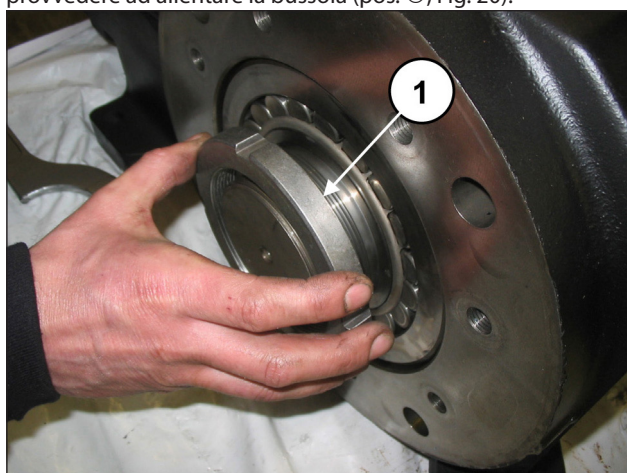
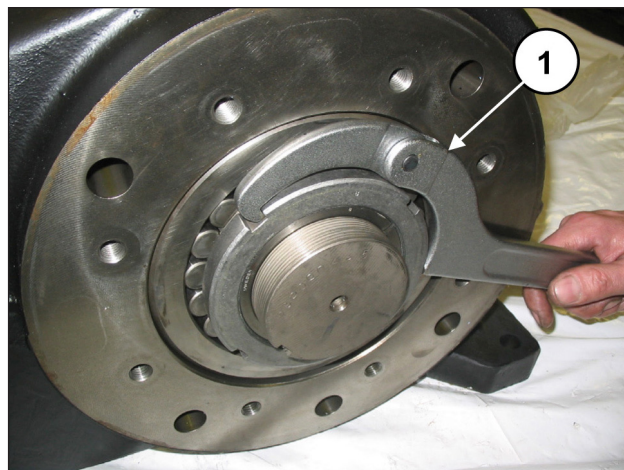

Fig. 19
Fig. 20
Avvitare una ghiera tipo SKF KM19 sulla bussola di pressione (pos. ①, Fig. 19), quindi utilizzando una opportuna chiave provvedere ad allentare la bussola (pos. ①, Fig. 20).